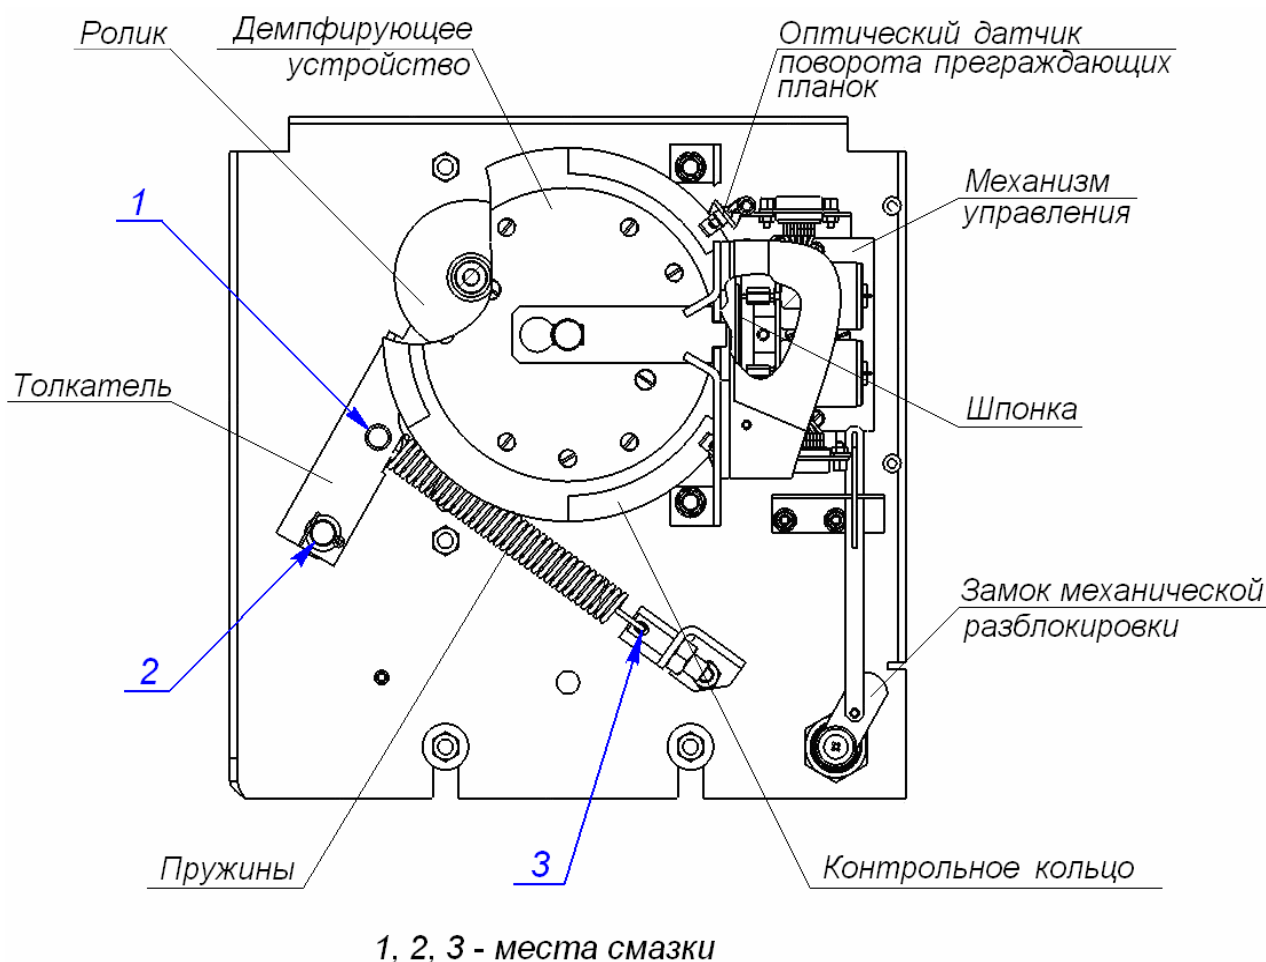

Рисунок 7 Расположение внутренних узлов стойки турникета
- 1.4. аккуратно отсоедините разъем кабеля платы индикации от разъема механизма управления и положите крышку со световым табло (12) на ровную устойчивую поверхность. Отсоедините разъем индикатора системы подогрева с терморегуляцией от контроллера нагревателя.
2. Проведите визуальный осмотр устройства доворота (толкателя, пружин и прижимного ролика), оптических датчиков поворота преграждающих планок и демпфирующего устройства (см. рисунок 7).